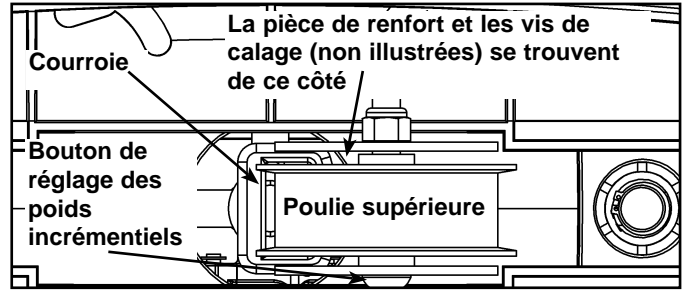

Figure 10 (vue du dessus de la poulie à la pince de courroie)
- B. Soulevez avec précaution le poids supérieur et assurez-vous que la pince de la courroie (sur le poids supérieur) est alignée correctement avec le support de la poulie supérieure (sur l'appareil). Reportez-vous à la figure 10.